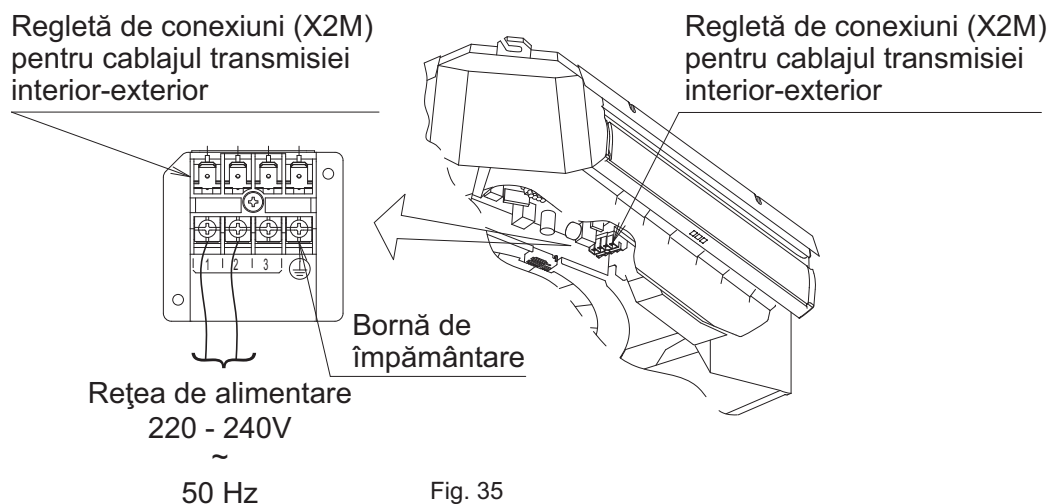

Fig. 35
1. Deschideți capacul cutiei de comandă și conectați rețeaua electrică monofazată la bornele (1, 2) de pe regleta de conexiuni (X2M) pentru cablajul transmisiei interior-exterior și cablajul de împământare la borna de împământare. (**Consultați Fig. 35**)